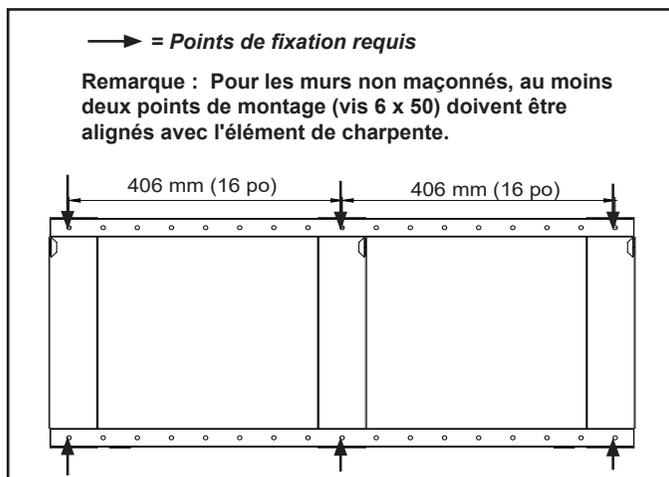

Figure 4.1 Supports de fixation SF-WM58
- Marquez six emplacements sur le mur qui correspondent aux six points de fixation requis dans le support. Voir figures 4.1 et 4.7.